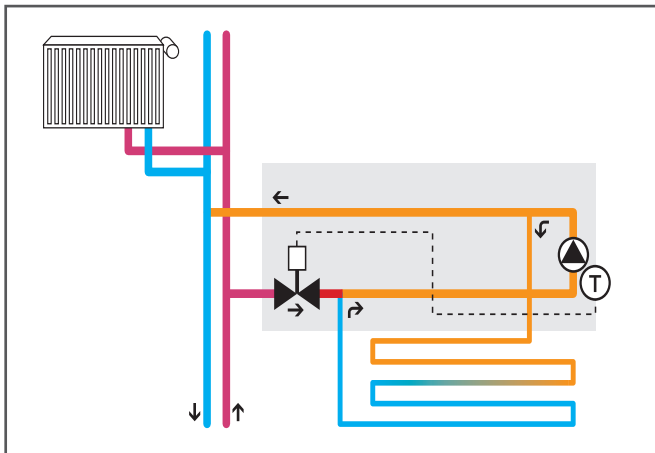

Fig. 7-6 Schema de montaj
1. Se montează sistemul conform Fig. 7-6.